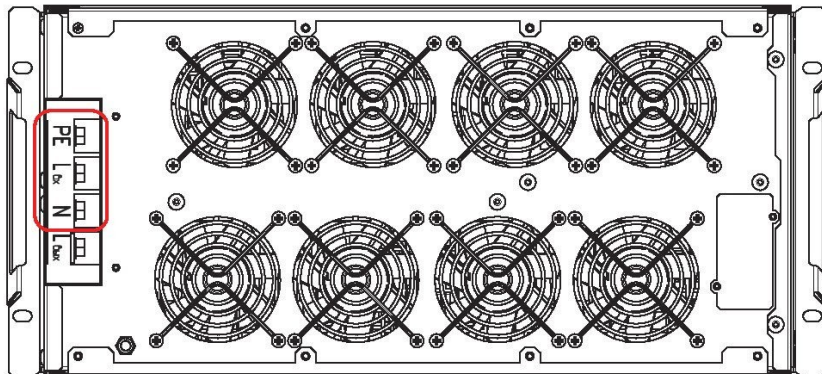

Рисунок 26. Стабилизатор Штиль IS12000RT, IS15000RT и IS20000RT. Выводы «PE-Lvх-N»
- у моделей IS12000RT, IS15000RT, IS20000RT с помощью выводов «PE-Lvx-N» (**рисунок 26**).